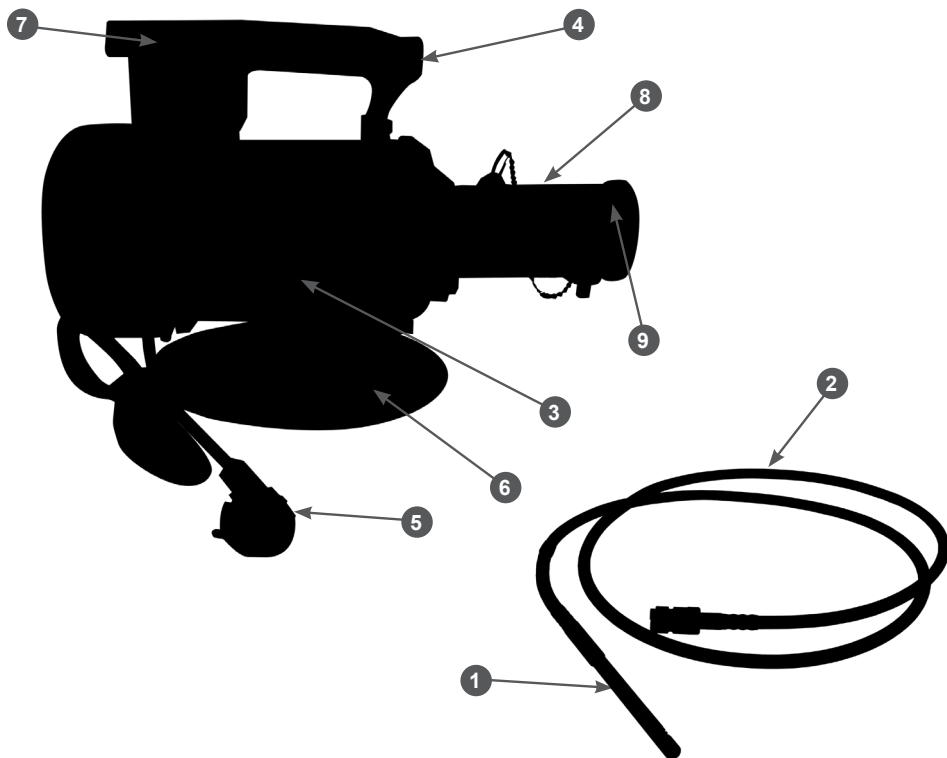

Рис. 1 Основные узлы и органы управления
Основные узлы и органы управления представлены на Рис. 1.
2. Проверить исправность кабеля включения с вилкой 5 (Рис. 1).
4. Установить основание вибратора 6 (Рис.1) на прочную горизонтальную поверхность, как можно ближе к месту обработки бетонной смеси.
6. Выбрать гибкий вал с вибронаконечником необходимого диаметра и присоединить его к вибратору. Для этого: извлеките стопор 9 из узла крепления гибкого вала 8 (Рис.1); вставьте гибкий вал в гнездо узла крепления и зафиксируйте его стопором.